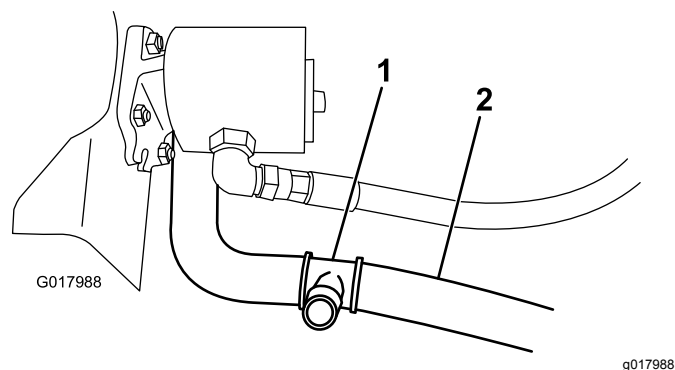

Figura 17
2. Tagliate il flessibile inferiore del radiatore a circa 89 mm dalla linea centrale del flessibile nella piega a 90° (**Figura 17**).
3. Collegate il raccordo a T a ogni estremità appena tagliata del tubo del radiatore inferiore con 2 fascette stringitubo grandi (**Figura 17**).